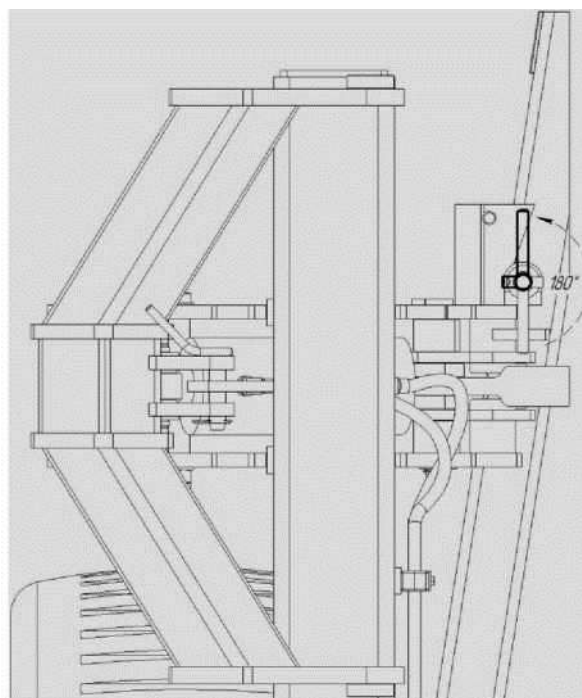

Рисунок 4 -
- проверить фиксацию крыльев защелками (рисунок 4). При необходимости зафиксировать вручную.